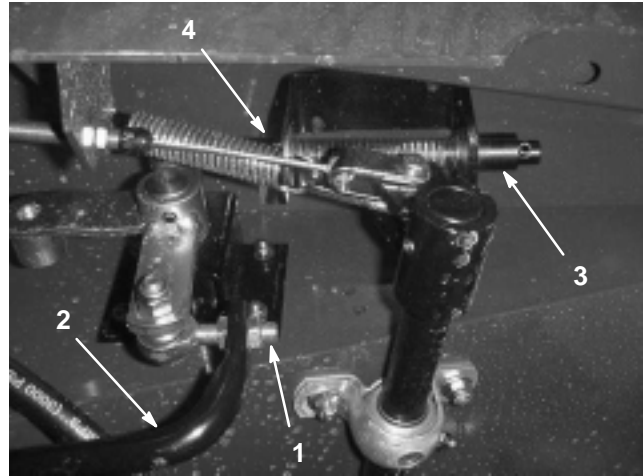

Bild 69
3. Lockern Sie die Klemmmuttern am Stangenende und stellen die Länge der Fahrtriebsstange (Bild 69) so ein, dass das Pedal den Anschlag kurz vor dem Zeitpunkt erreicht, zu dem der Pumpenhebel seinen vollen Ausschlag erreicht. Ziehen Sie dann die Klemmmuttern fest.